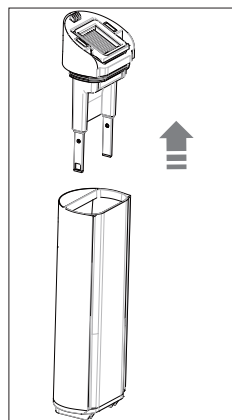

Abb. 9 – Kappe entfernen
- ▶ Ziehen Sie die Kappe des Schmutzwassertanks nach oben ab (**siehe Abb. 9**).